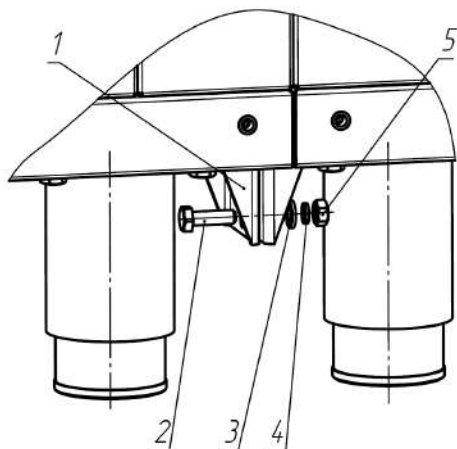

Рис.3
2.2.4 Для скрепления изделий между собой необходимо установить кронштейны поз.1 (см. рис.3).